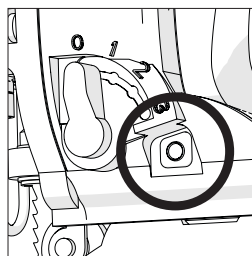

Fig. 12
- Spingere il controllo della ventola completamente a destra (visto dal punto di vista degli operatori) (Fig. 12)